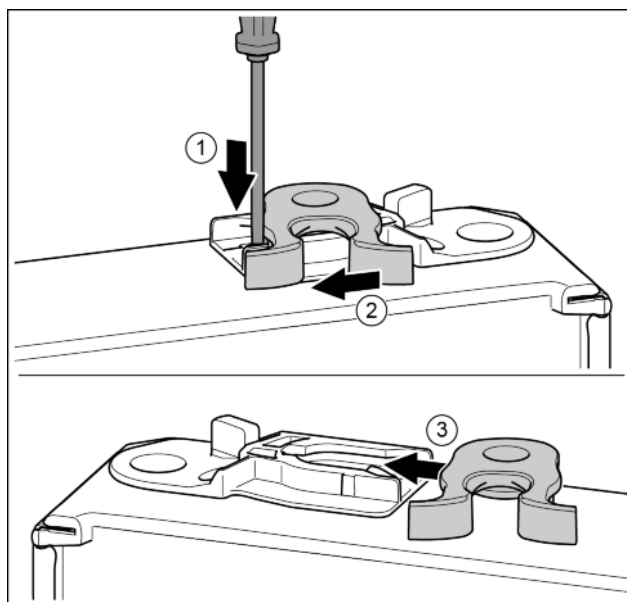

Fig. 14
- ▶ Donji dio vrata okrenut je prema gore: Okrenite vrata. Fig. 14 (1)
- ▶ Odvijačem s prorezom pritisnite jezičac prema dolje. Fig. 14 (1)
- ▶ Izvucite kuku za zatvaranje iz vodilice. Fig. 14 (2)
- ▶ Gurnite kuku za zatvaranje na drugoj strani u vodilicu. Fig. 14 (3)